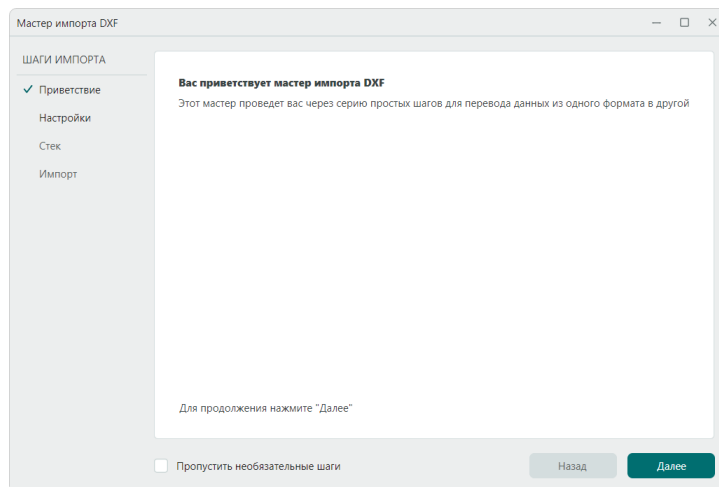

Рис. 82 Стартовое окно мастера импорта .dxf
2. Нажмите кнопку «Далее» в открывшемся стартовом окне мастера импорта DXF», см. Рис. 82.